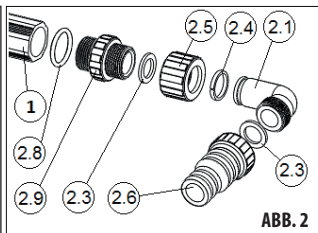
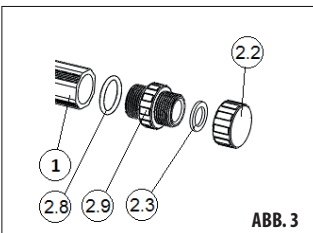

ABB. 2
ABB. 3
- 1) Komplettieren Sie das Panel. An die Rohre des Solarpanels schrauben Sie die Übergangsmuffen (2.9) mit O-Ringen aus Silikon (2.8). WIR EMPFEHLEN, AN DIE FRONTDICHTUNGSLÄCHE DES SOLARPANEL-ROHRS (1) EINE DÜNNE SCHICHT DES MITGELIEFERTEN SCHMIERSTOFFS AUFZUTRAGEN, SO VERMEIDEN SIE EVENTUELLE UNDICHTHEITEN. An die Übergangsmuffen montieren Sie dann die Schlauchdorne (ABB. 2) und Stopfen (ABB. 3). In einem der Rohre befindet sich in der Mitte eine Stopfbüchse, an diesem Rohr sind die Schlauchdorne anzuwenden, an anderem Rohr sind die Stopfen zu montieren.